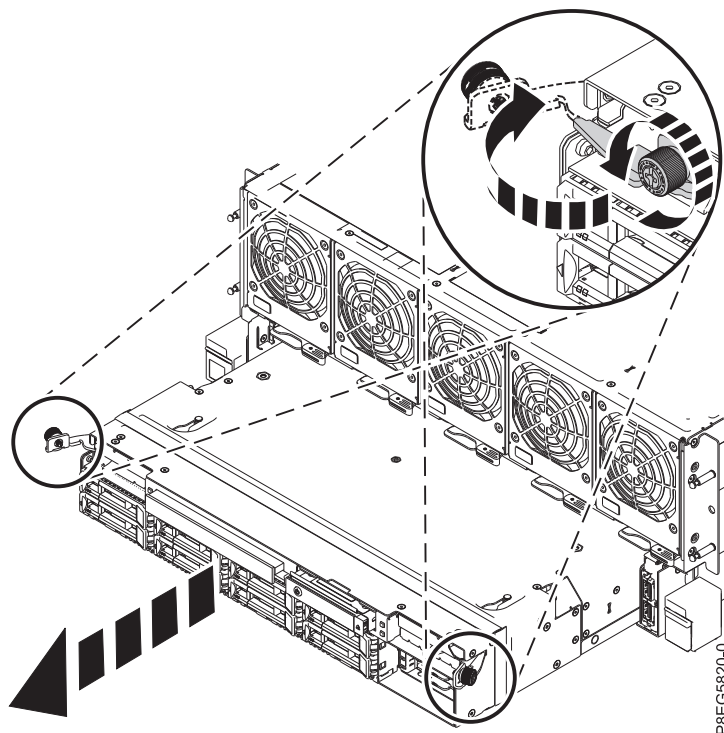

Figura 9. Removendo o conjunto RAID do sistema
2. Gire os parafusos de aperto manual no conjunto RAID para afrouxá-los, conforme mostrado em Figura 9 na página 10.